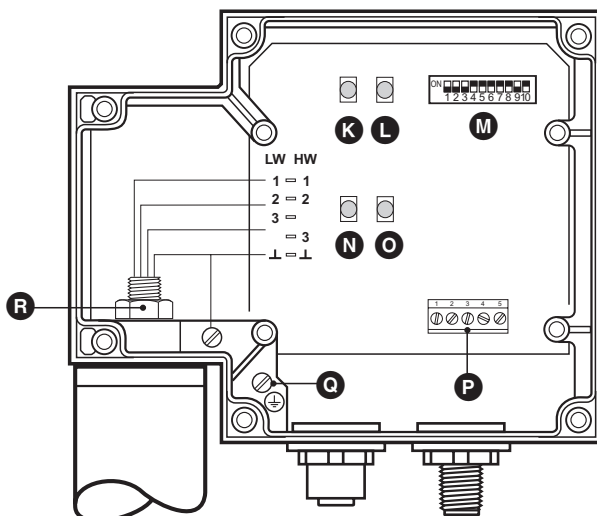

Fig. 9
- Schraube  mit 17er Maulschlüssel lösen. Nicht abschrauben! **Fig. 9**